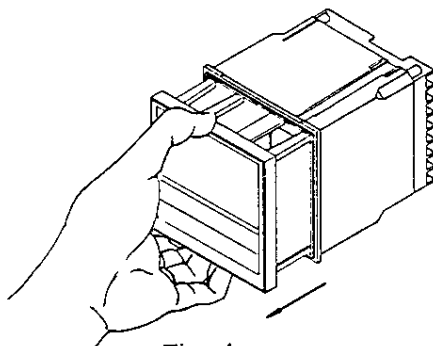

Fig. 1
(1) 結線方法
(2) 調整方法
- ① 下図 (Fig. 1) のように計器本体の下部にあるストッパーを指で押し上げながら手前へ引くと計器が引き出せます。